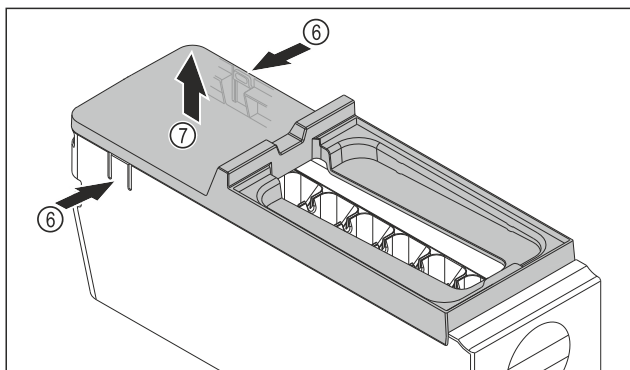

Fig. 113
- ▶ Snemite pokrov glavnega dela EasyTwist-Ice: Spone Fig. 113 (6) na obeh straneh glavnega dela EasyTwist-Ice pritisnite z eno roko.
- ▶ Pokrov Fig. 113 (7) z drugo roko dvignite in odstranite.